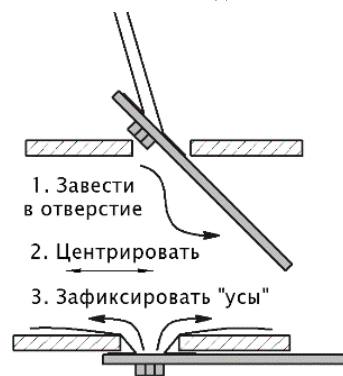

Рис.3
3. Просверлить 6 отверстий **1, 3 и 5** диаметром **11,1 мм**, 6 отверстий **2, 4 и 6** диаметром **12...13,5 мм** по разметке и установить: в отверстия **2, 4 и 6** закладные ABC.05.01.001.003 (50 мм) (рис.3), в отверстия **1, 3 и 5** резьбовые заклепки М8.